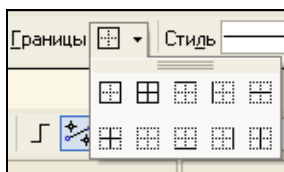

Рис. 24.9. Пользовательское меню группы **Границы**
- ♦ нажмите ЛК мыши на черном треугольнике в группе **Границы**. На экране появится пользовательское меню (рис. 24.9), в котором схематично отражается ячейка и обрамление: **Внешние границы**, **Все границы**, **Верхняя граница** и т. д. Обратите внимание на полосу в верхней части меню. При подведении к ней курсора (он изменился на двунаправленную стрелку) появляется надпись: